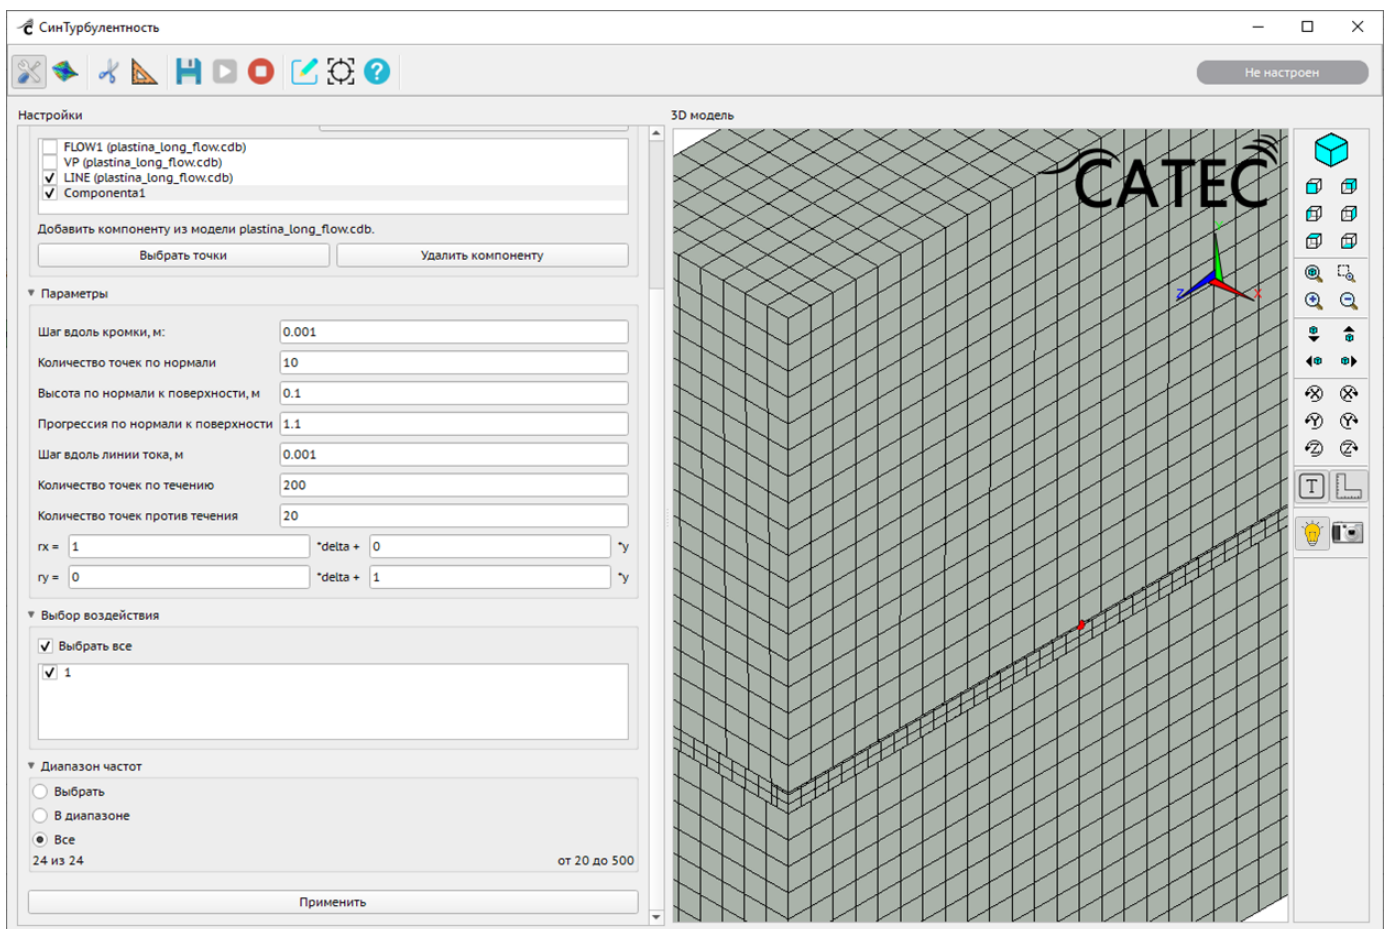

Рисунок 275 – Блоки «Выбор воздействия» и «Диапазон частот»
Блок «Выбор воздействия» (Рисунок 275):
– блок «Диапазон частот» (Рисунок 275) – выполнить выбор частот для вывода результатов. Расчет возможно выполнить как для одного воздействия из гармонического анализа, так и получить проходную характеристику, выбрав несколько воздействий. Частоты для всех расчетов выбираются общие, на которых посчитан гармонический анализ: «Выбрать» – выбор в списке (отобразится список частот, где нужно отметить флажками требуемые значения); «В диапазоне» – диапазон частот (отобразятся поля «От» и «До», где нужно указать границы диапазона); «Все» – все частоты.